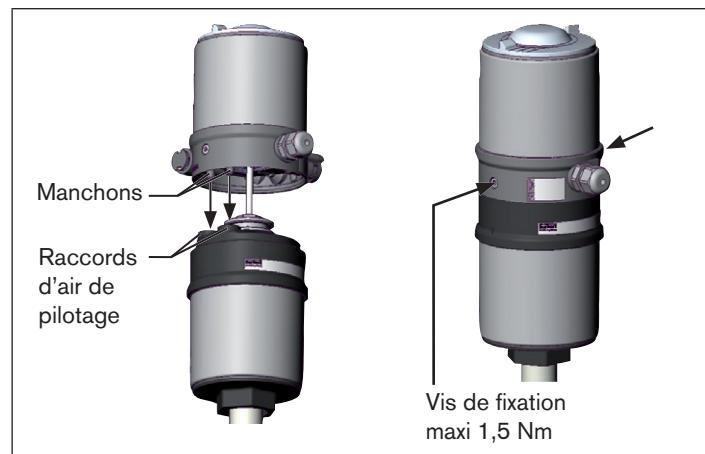

Fig. 12 : Montage du Remote Sensor linéaire, séries 2103, 2300 et 2301
2. les manchons du Remote Sensor entrent dans les raccords d'air de pilotage de l'actionneur (voir également « Fig. 12 »).